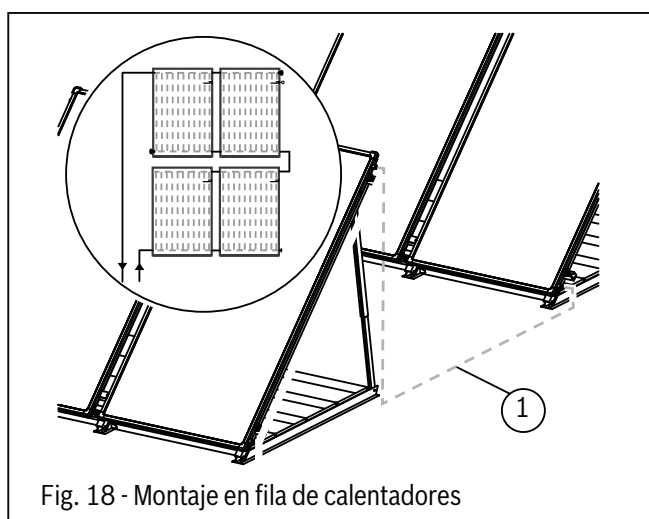

Fig. 18 - Montaje en fila de calentadores
- Conectar los tubos de manera perpendicular a las boquillas de los colectores (Fig. 18).